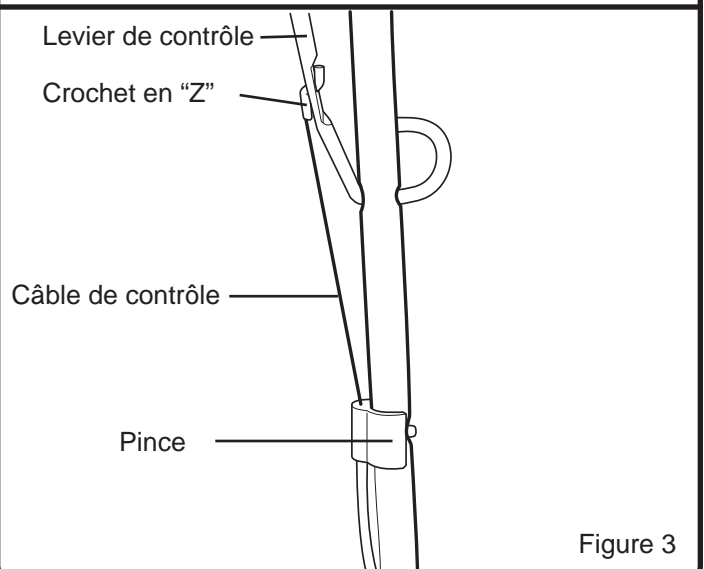

Figure 3
**REMARQUE :** Référez à la Figure 3 en suivant les étapes suivantes